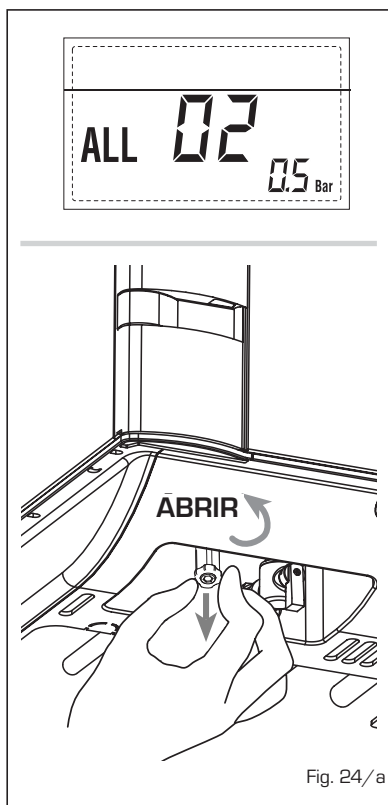

Fig. 24/a
**- ANOMALÍA ALTA PRESIÓN AGUA "AL 03"** (fig. 24/b)